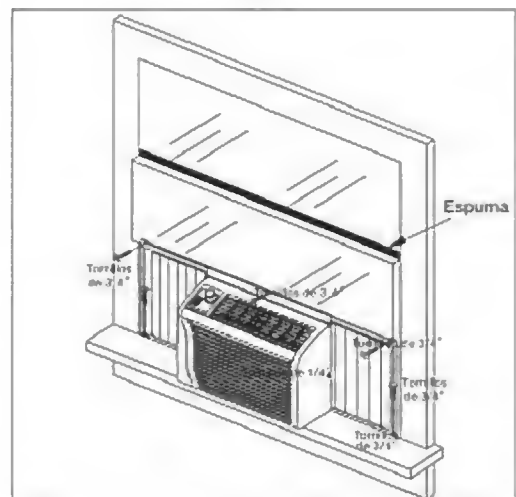
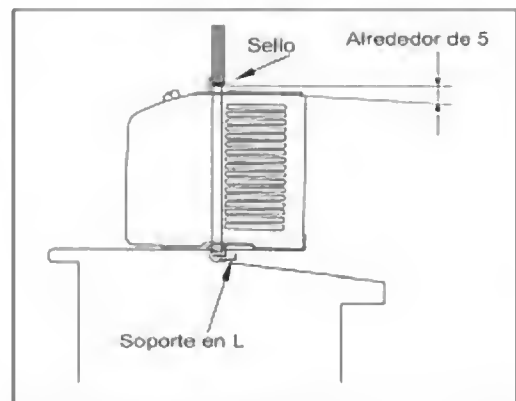

Fig. 6
Fig. 7
6. Levante el aire acondicionado con mucho cuidado y deslícelo por la ventana abierta. Asegúrese de que la guía inferior del aire acondicionado se inserte en las ranuras de los soportes en L. Cuando el aire acondicionado apoye en los soportes en L, quedará centrado en la abertura de la ventana tal como se indica en la Fig. 6.
Mientras acomoda el aire acondicionado, baje el marco de la ventana con mucho cuidado y apóyelo en el canal superior del aire acondicionado, tal como se indica en la Fig. 7. Primero, ajuste ambos lados al umbral de la ventana con dos tornillos de 3/4" y uno de 2/5" (que se destornilla de cada lado de la unidad). Luego ajuste el canal superior al marco de la ventana con un tornillo de 3/4" y ajuste los marcos de la cortina lateral con cuatro tornillos de 3/4", tal como se indica en la Fig. 6.